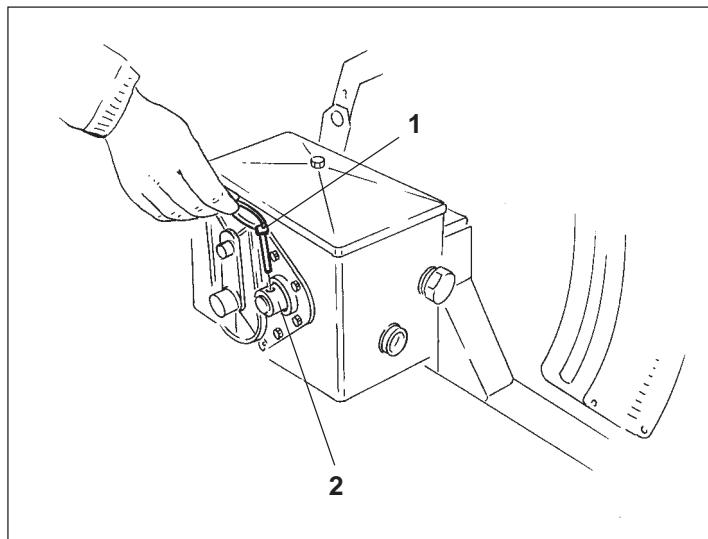

Рис. 16.2
- Откидной штекер (Рис. 16.2/1), который производит связь между приводом и ворошильным валом, из которого выходит пустотелый вал коробки передач. Тогда привод ворошильного вала прерван.
Поворачивайте колесо привода сеялки, пока откидной штекер не позволит (Рис. 16.2/1) воткнуться в пустотелый вал коробки передач (Рис. 16.2/2). После этого ворошильный вал связан с приводом.